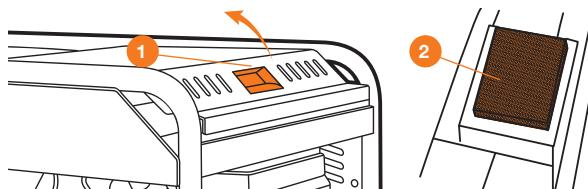

Рис. 19
- Поднимите верхнюю крышку ① генератора (Рис. 19).